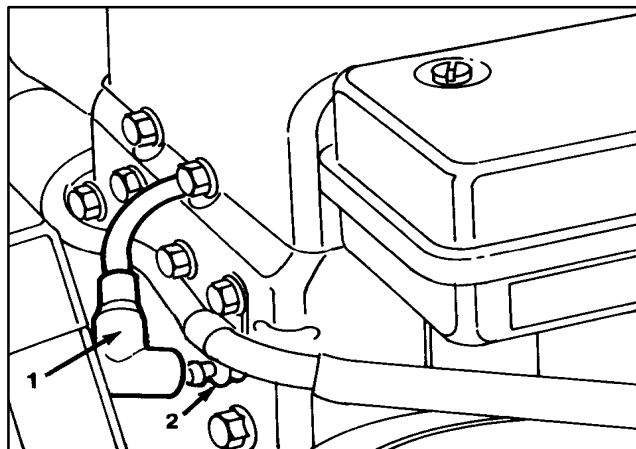

Figure 10
Afin d'éviter tout démarrage accidentel du moteur au cours de l'entretien, couper le moteur et enlever la clé de contact. Retirer également le fil de la bougie d'allumage (Fig. 10). S'assurer que le fil ne touche pas la bougie accidentellement.
1. Retirer le fil de la bougie d'allumage (Fig. 10).